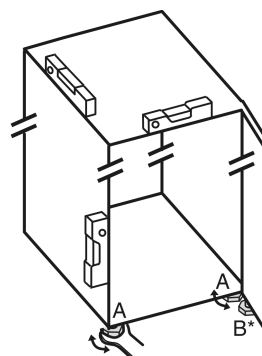

Fig. 4
- ▶ Skru de justerbare fødder Fig. 4 (A) ud ved hjælp af den medfølgende gaffelnøgle og et vaterpas, indtil hvidevaren står fast og i vater.
► Skru den justerbare fod Fig. 4 (B) på lejubukken af med den medfølgende gaffelnøgle, indtil den hviler på gulvet.
► Drej den justerbare fod Fig. 4 (B) 90° videre.